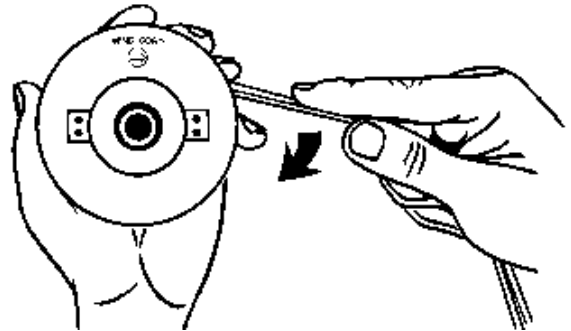

Fig. 15
5. Enrolle en dirección de las como se muestra en la ilustración (Fig. 15), y manteniendo la tensión, con cada una de las mitades separada por el separador del carrete. Enrolle unas 15 cm (6 pulg) de los extremos.